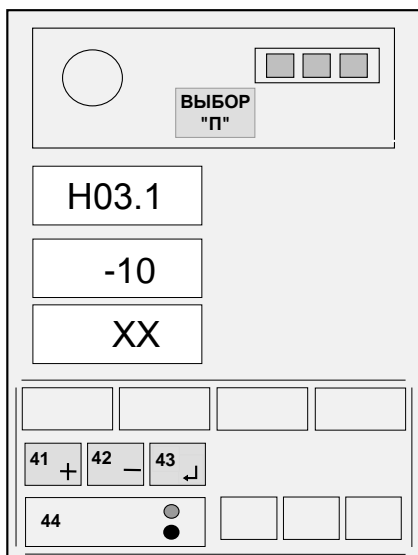

Рисунок 13
Если величина измеренной температуры воздуха отличается от выдаваемой на средний ИЖЦ более чем на ± 3 °С, нажатием кнопки 44 установить на верхнем ИЖЦ код "H03.1" (см. рисунок 13), а затем, нажимая кнопки "+" (41) и "-" (42), установить, контролируя показания среднего ИЖЦ, значение температуры, равное показаниям термометра.